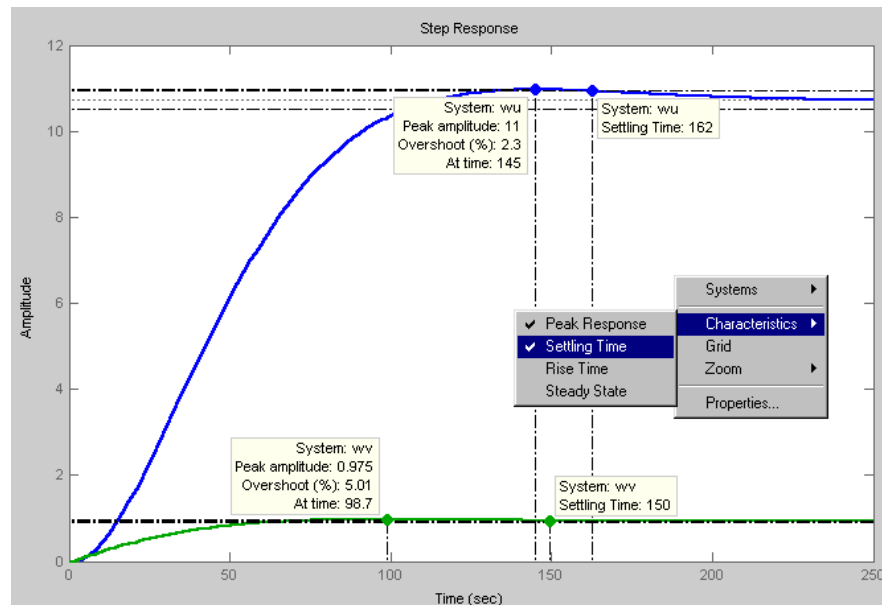

Рисунок 7 - Определение показателей качества переходного процесса
*teristics* и отметив в выпадающем меню поле **Peak Response** (максимум переходного процесса) и **Setting Time** (время переходного процесса) (рисунок 7), получим на переходной характеристике максимальное значение выходной величины и время регулирования.